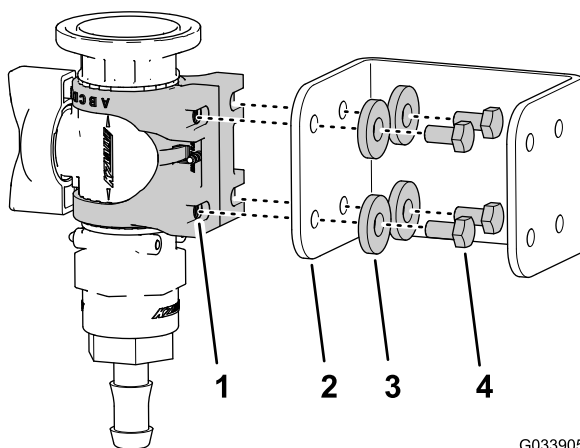

Figura 28
3. Monte el soporte de la válvula en la escuadra de la válvula de control (**Figura 28**) usando los 4 pernos (6 x 12 mm) y 4 arandelas planas; apriete los pernos a 10–12 N·m.